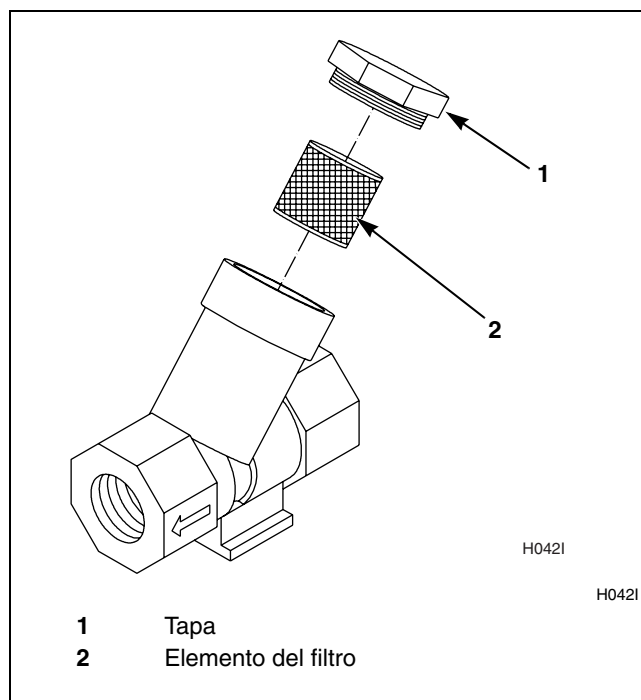

Figura 15
6. Limpie el filtro de vapor (donde corresponda). Consulte la *Figura 15*.